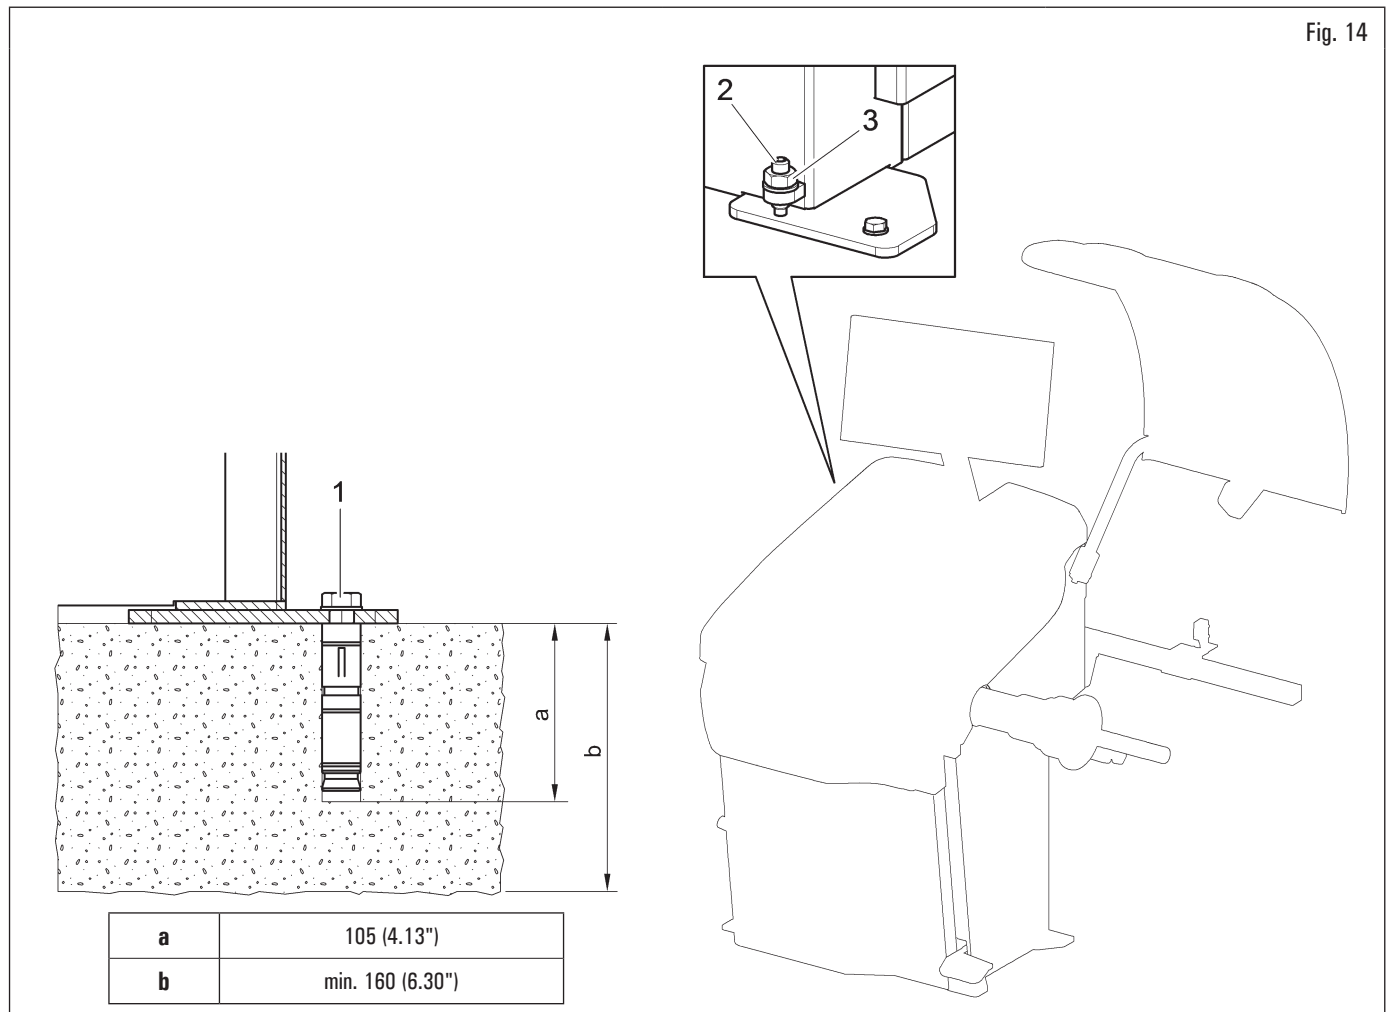

Fig. 14
L'apparecchiatura imballata è fissata al pallet di supporto per mezzo di fori sul telaio indicati nella figura sottostante. Tali fori devono essere utilizzati anche per il fissaggio della stessa al pavimento, utilizzando ancoranti per calcestruzzo idonei (non inclusi). Prima del fissaggio al calcestruzzo, controllare che tutti i punti di ancoraggio siano in piano, livellati e in contatto con il pavimento. Se così non fosse, spessorare tra l'apparecchiatura e il pavimento, come indicato in Fig. 14.
Dopo aver verificato che l'equilibratrice sia correttamente livellata, serrare il dado (Fig. 14 rif. 3) tenendo ferma, con apposita chiave, la vite (Fig. 14 rif. 2).
- Per il fissaggio dell'apparecchiatura a terra, utilizzare bulloni e perni di ancoraggio (Fig. 14 rif. 1) aventi un gambo filettato M8 (UNC 5/16) di tipo adatto al pavimento sul quale verrà fissata l'equilibratrice e in numero pari al numero dei fori di montaggio sul telaio di fondo;